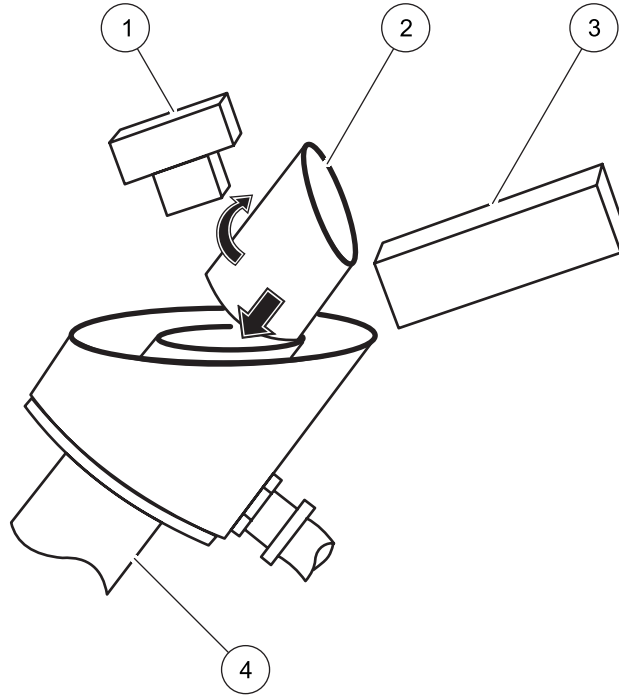

图 15 安装校准圆筒
2. 关闭流入仪器的试样流量并排空浊度仪主体。将校准圆筒插入浊度仪主体的顶部 图 15 第 31 页。